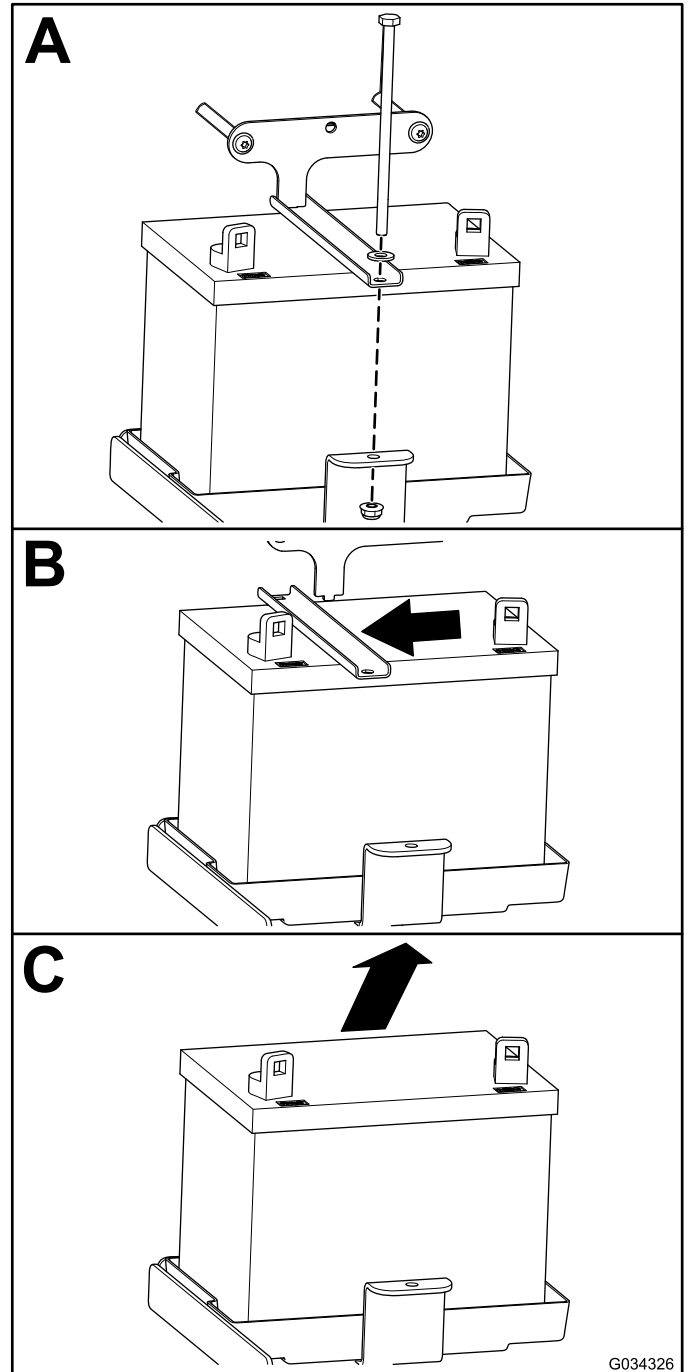

Figura 45
2. Retire la batería, tal y como se muestra en Figura 45.